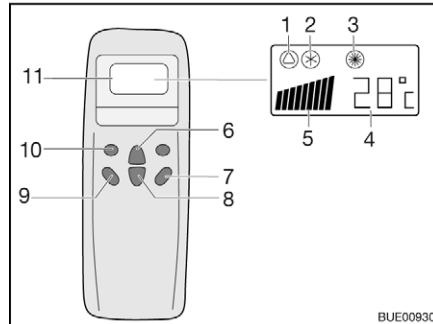
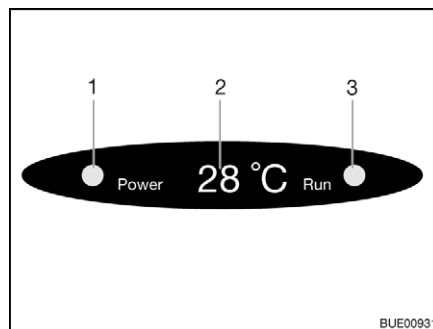

Bild 178 Fernbedienung
Bild 179 Anzeige am Diffusor
- Die Taste "ON/OFF" (Bild 178,7) drücken.
- Die Taste "Mode" (Bild 178,10) so oft drücken, bis die gewünschte Betriebsart (Bild 178,1, 2 oder 3) auf dem Display angezeigt wird. Die entsprechende Kontroll-Leuchte auf der Anzeige am Diffusor (Bild 179,3) leuchtet.
- Mit den Tasten Temperaturerhöhung (Bild 178,6) oder Temperaturverminderung (Bild 178,8) die gewünschte Temperatur einstellen.
- Mit der Taste Lüfterdrehzahl (Bild 178,9) die gewünschte Lüfterstufe wählen.